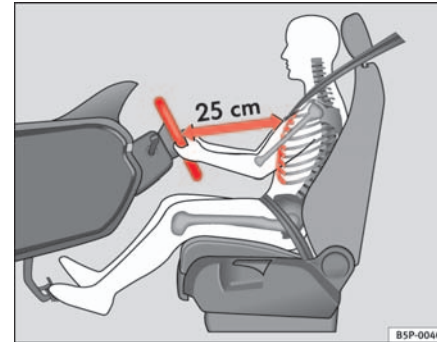

Abb. 128 Die richtige Sitzposition des Fahrers
- Stellen Sie das Lenkrad so ein, bis die gewünschte Einstellung erreicht ist \Rightarrow Abb. 128.
- Stellen Sie den Fahrersitz oder das Lenkrad so ein, dass der Abstand zwischen Lenkrad und Brustbein mindestens 25 cm beträgt → Seite 162, Abb. 128. Wenn Sie den Mindestabstand nicht einhalten, kann Sie das Airbag-System nicht schützen – Lebensgefahr!